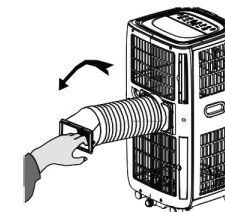

Abb. 2
2. Bringen Sie das Anschlussstück am anderen Leitungsende an die Austrittsöffnung auf der Rückseite des Geräts so an, dass es eingesteckt und durch Umdrehen an der Stelle gesichert wird (Abb. 2).